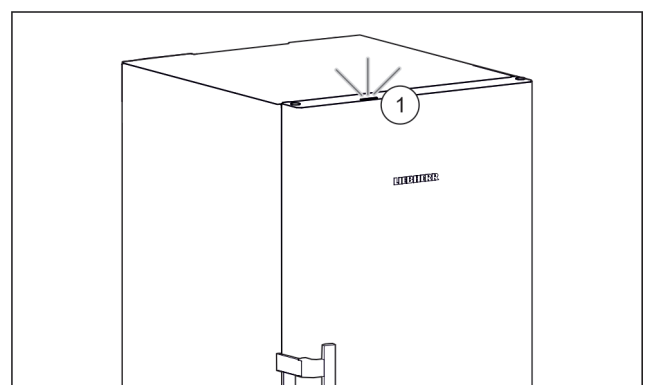

Fig. 4
Під час введення пристрою в експлуатацію підсвічування стану Fig. 4 (1) за замовчуванням деактивовано.